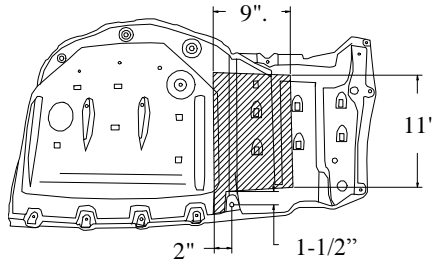

Figura 3
1. Retire el panel de apariencia si éste cubre los largueros del bastidor del lado del conductor. Recorte o retire el panel como se muestra, obtenga la aprobación del propietario del vehículo antes de recortar. Nota: si el panel no se vuelve a instalar habrá un espacio de ¾"-1" entre el enganche y la placa protectora. Ver Figura 3.
5. Usando el enganche como plantilla marque y perforo los dos (2) orificios en ambos lados. Perfore el orificio piloto de ½" en ambos lados.